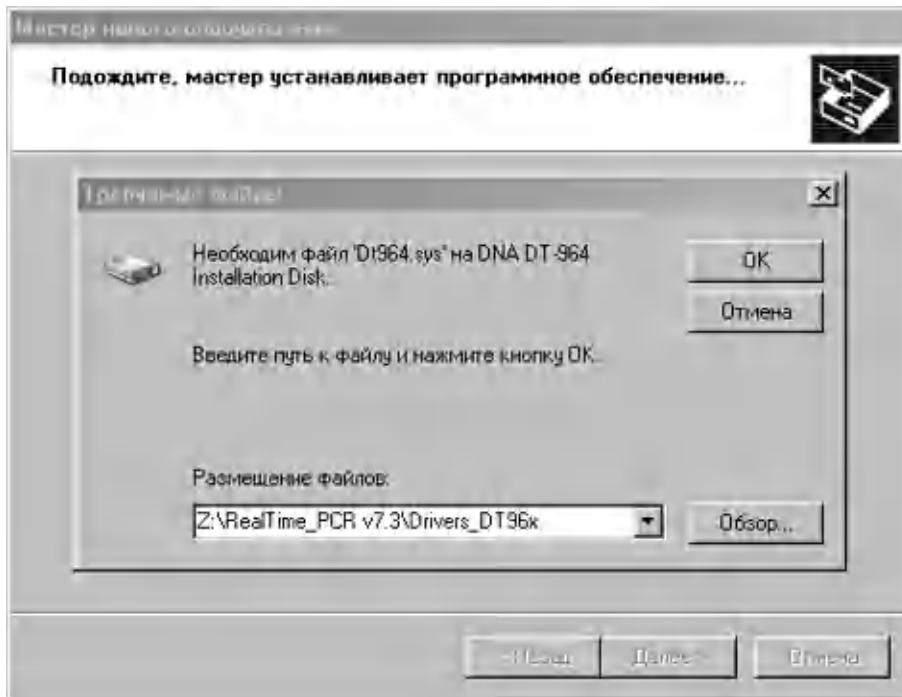

Рис.11. Поиск файла Dt964R.sys на флеш-карте.
- В следующем окне мастера (Рис.11) укажите путь к файлу Dt964.sys на флеш-карте, для чего нажмите кнопку .
- Убедившись, что путь к файлу в окне (Рис.11) указан правильно, нажмите кнопку **OK**.